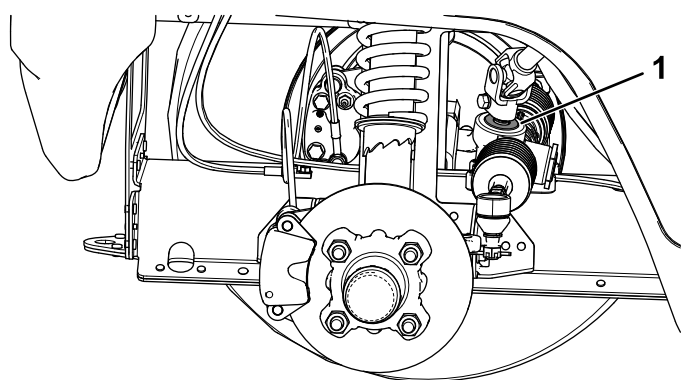

Figure 46
**Important:** Vérifiez l'état et la fixation du joint de l'arbre de pignon (Figure 46).